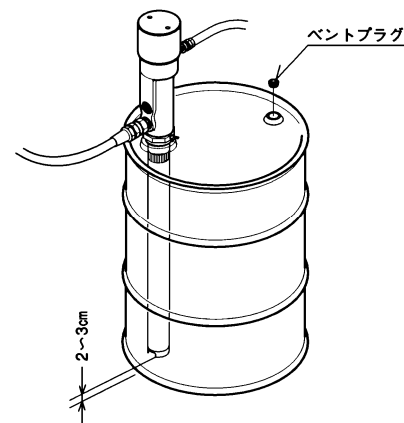

Fig.3
- バングアダプターにポンプを差し込み、ポンプの下端（フートバルブ部）がドラム缶の底に当たったら、2~3 cm ポンプを持ち上げてドラム缶底とフートバルブとの間に隙間をとってください。位置が決まったら、バングアダプターの蝶ネジを締めてポンプを固定してください。(Fig.3)